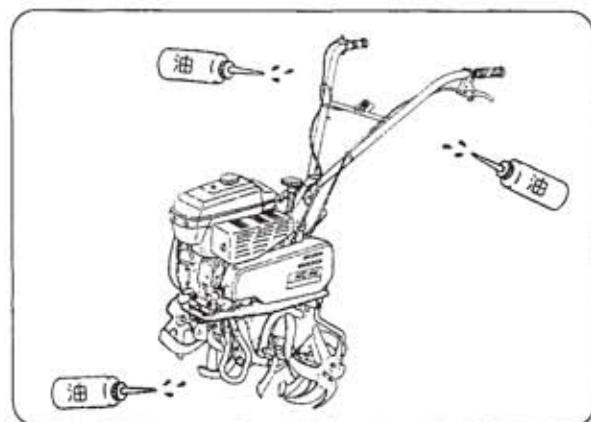

図38
4) 注油(図38)
- ① 各作動部分には油差しで注油してください。
- ② 各々のレバー類と軸受部分等
- ③ 各々のワイヤには注油口よりワイヤを作動させながらおこなってください。特に露出部分には念入りにおこなってください。